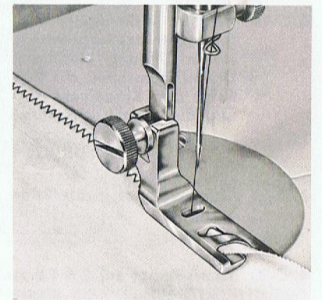

Abb. 82
- 4/C-10 Den roten Knopf so regulieren, dass man Stiche erhält die abwechselnd einmal aussen und einmal innen den gerollten Saum überstechen. (Abb. 82).